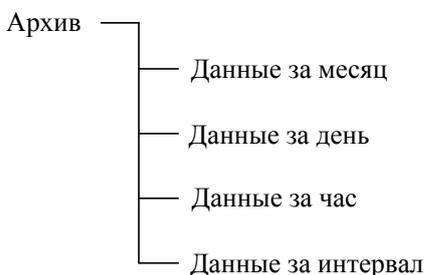

Рисунок 7
2.6.10 Пункт меню «**Архив**» предназначен для быстрого просмотра суммарных значений расхода за предыдущие 12 месяцев (рисунок 7).